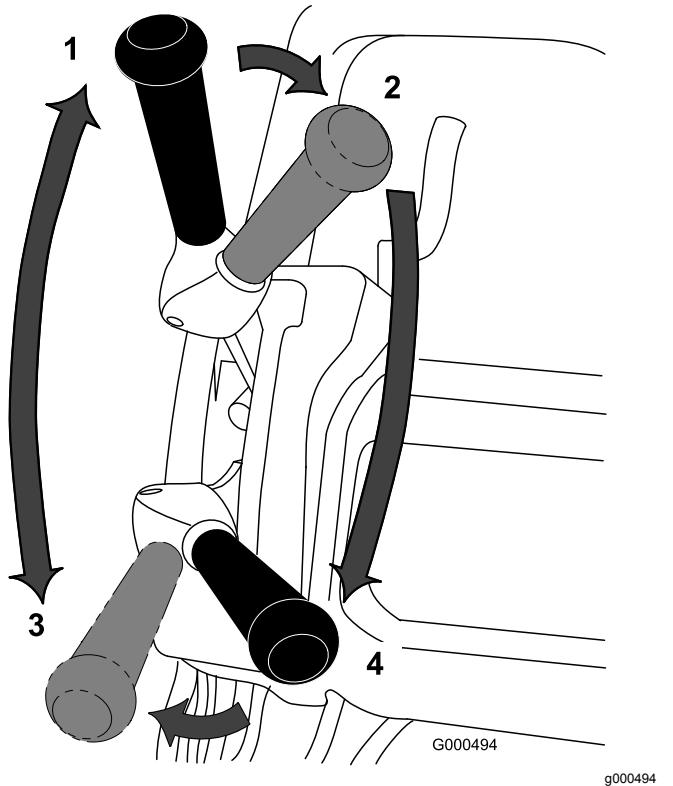

Figure 38
2. Vérifiez que les leviers de commande de déplacement et du cylindre sont en position POINT MORT ; voir Figure 38.
| 3. Amenez le levier de commande de déplacement à la position POINT MORT et le levier de commande du cylindre à la position DÉSENGAGÉ (Figure 38). | |
| 4. Amenez le levier de commande de déplacement en position AVANT et le levier de commande du cylindre en position ENGAGÉ (Figure 38), augmentez le régime moteur jusqu'à ce que la machine se déplace à la vitesse voulue, puis conduisez la machine jusqu'au green, abaissez l'unité de coupe au sol et commencez à tondre. | |
1. Démarrez le moteur, réduisez le régime moteur, appuyez sur le guidon pour lever l'unité de coupe, appuyez sur la commande de présence de l'utilisateur, amenez les leviers de commande de déplacement et d'engagement du cylindre en position AVANT (transport) et transportez la machine à la lisière du green (Figure 38).
2. Placez le levier à la position POINT MORT (Figure 38).